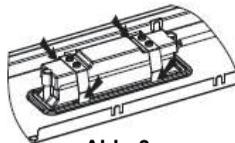
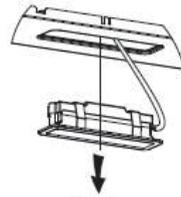
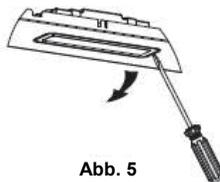

Abb. 3
Abb. 4
Abb. 5
- Weg 1. Nehmen Sie ein Werkzeug oder die Hand und drücken Sie den Federsplitter auf beiden Seiten der LED-Leuchte nach innen, bis die Leuchte herausgedrückt ist, siehe Abb. 3. Ziehen Sie dann den Lichtanschlussdraht leicht heraus, siehe Abb. 4.
- Weg 2. Verwenden Sie einen geraden Schraubenzieher, um die untere Kante der LED-Leuchte aufzuhebeln, siehe Abb. 5, und ziehen Sie dann das Lichtanschlusskabel leicht heraus, siehe Abb. 4.